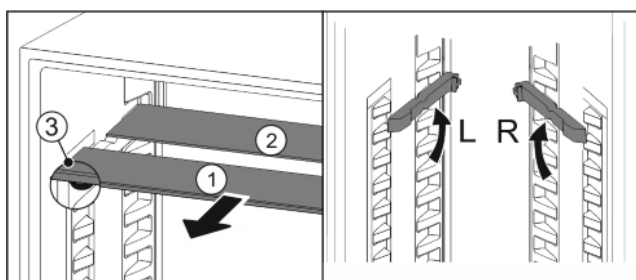

Fig. 22
- Retire Fig. 22 (1) las planchas de cristal individualmente hacia adelante.
- ▷ Plancha de cristal Fig. 22 (1) con el tope de extracción está adelante.
- ▷ Los topes apuntan hacia abajo Fig. 22 (3).